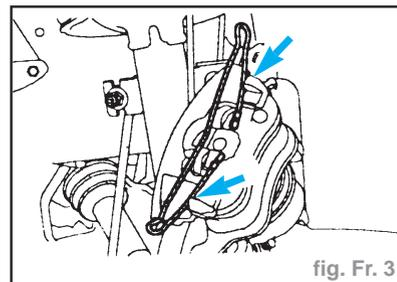

fig. Fr. 3
- Soulever le clip de fixation de plaquette de frein extérieure au dessus des pattes de retenue du ressort (fig. Fr. 3).
- Poser le clip de fixation extérieur au dessus des pattes de retenue du ressort (fig. Fr. 3).